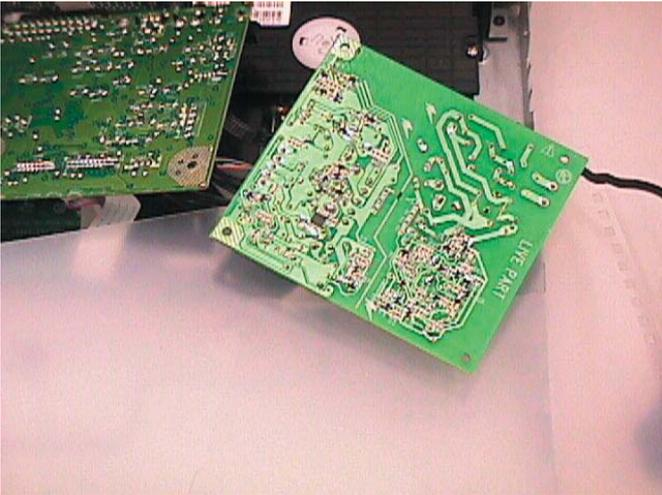

Figura 4-10: Posição de Serviço de PSU
- 2) Posição de Serviço do Painel PSU é dado na Figura 4-10.